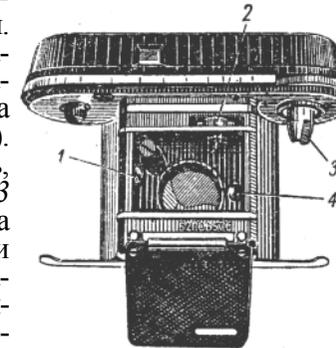
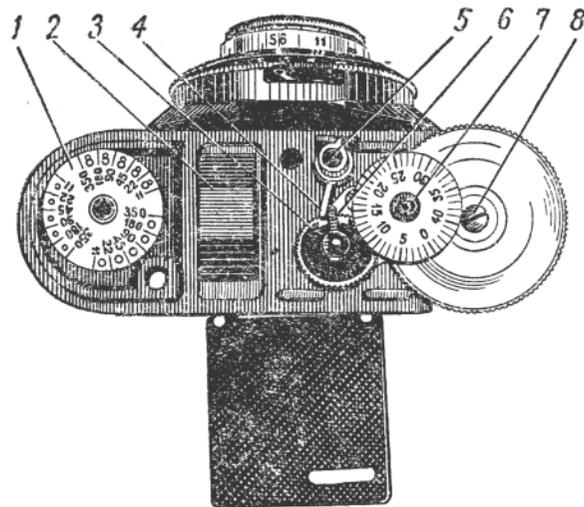
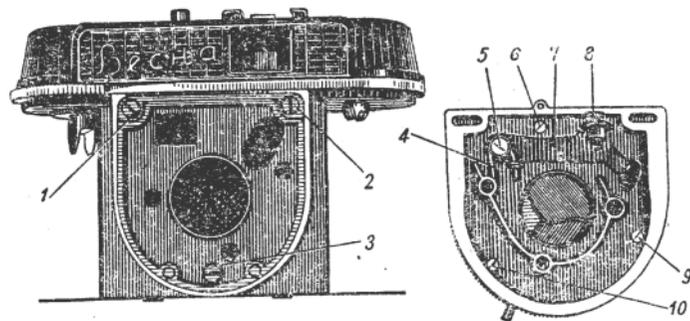

Рис. 98. Фильмовый канал.
Рис. 99. Механизм блокировки спуска.
Рис. 100. Передняя панель и тыльная сторона затвора.
Под диском 4 (рис. 96) находится спиральная пружина 7 (рис. 99), установленная на оси диска счетчика, под ней находится шайба. Кнопка спуска 5* надета на спусковую ось. Пружина 2 ничем не укреплена. Поэтому, снимая щиток, нужно следить, чтобы указанные детали не выпали. Чтобы снять затвор, нужно отвинтить три винта, расположенных внутри камеры, два из которых (винты 1 и 4) видны на рис. 98, а третий находится там же. При этом затвор поворачивают на 90° и снимают его. Затвор поворачивают, чтобы винт 8 (рис. 100) освободить из прямоугольного отверстия на передней панели аппарата, которая укреплена винтами 1, 2, 3 с плоскими головками.
Пленка протягивается при вращении диска 2 (рис. 96), насаженного на ось поводка 3 (рис. 98). Под диском на оси поводка расположена пружина тормоза, которая позволяет диску вращаться только против часовой стрелки.
Когда движется пленка, вращается диск с зубьями 2, навинченный на ось механизма блокировки (резьба правая). Диск с зубьями вращает ось, на которой установлен диск 3 (рис. 99) с пальцем 6. Когда палец 6 доходит до шпильки 4, движение пленки прекращается. Следует обратить внимание на два выреза, имеющиеся на диске 3, рядом с пальцем 6. Когда палец доходит до шпильки 4, можно произвести спуск затвора, так как шпилька, находясь над вырезом в диске (открыта блокировка), позволяет кнопке спуска 5 опуститься. В любом другом положении диска 3 кнопка 5 опуститься не может, так как конец шпильки 4 опирается о диск.
Неисправности механизма. 1. Диск перемотки 2 (рис. 96) не вращает поводок перемотки 3 (рис. 98). При этом чувствуется, что диск перемотки имеет некоторый люфт. Эта неисправность появляется в результате самоотвинчивания винта 8 (рис. 99). Следует снять верхний щиток 3 (рис. 96), установить диск перемотки на место и завинтить винт.
обламывания пальца 6 (рис. 99). В аппаратах первых выпусков диск 3 и палец 6 изготовлены из пластмассы, а в аппаратах последующих выпусков из металла. Палец 6
3. При нажатии на кнопку спуска спуск затвора не происходит. В первую очередь нужно проверить исправность затвора. Для этого отвинчивают винты и снимают затвор. Затем заводят затвор и производят спуск, нажимая на рычаг 7 (рис. 100). Если окажется, что затвор исправен, нужно отрегулировать
высоту винта 8. На нижней стороне винта находится шлиц, в который вставляют отвертку и, поворачивая винт, несколько поднимают его шляпку, на которую опирается ось кнопки спуска 5 (рис. 99). Этим самым увеличивается угол поворота рычага 7 (рис. 100), который поворачивается на оси 5 и возвращается в исходное положение при помощи пружины 4.
рачивают диск шкалы 1 против часовой стрелки на 10—15° до совмещения двух выступов на диске с углублениями на основании затвора и снимают диск. Чтобы извлечь основание затвора, отвинчивают винты 6, 9 и 10 (рис. 100).